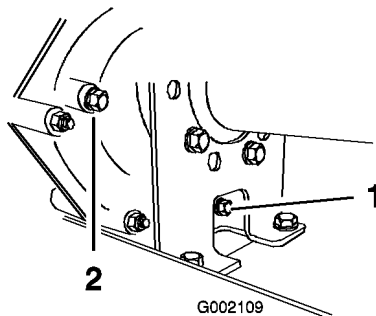
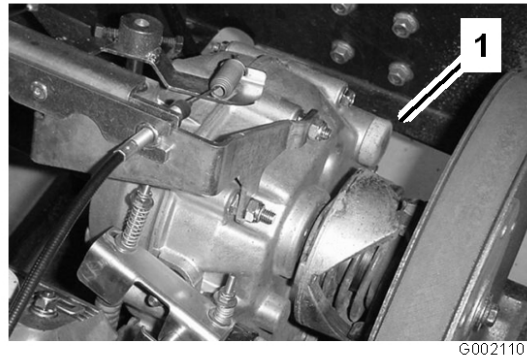

Bild 48
Bild 49
2. Entfernen Sie die Ablassschraube aus der rechten Seite des Behälters (Bild 48) und lassen die Flüssigkeit in ein Auffanggefäß ablaufen. Schrauben Sie die Ablassschraube wieder fest ein, wenn keine Flüssigkeit mehr ausströmt.
3. Füllen Sie den Behälter (Bild 49) mit ca. 1,4 l SAE 10W30 Motoröl oder bis sich der Ölstand an der Unterseite der Prüföffnung befindet (Bild 48).